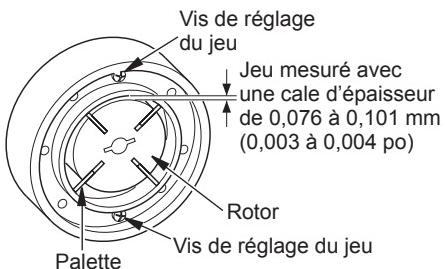

Figure 27 - Position des vis de réglage du jeu
- Vérifiez le jeu du rotor. Si nécessaire réglez à 0,076 à 0,101 mm (0,003 à 0,004 po) (voir Figure 27).